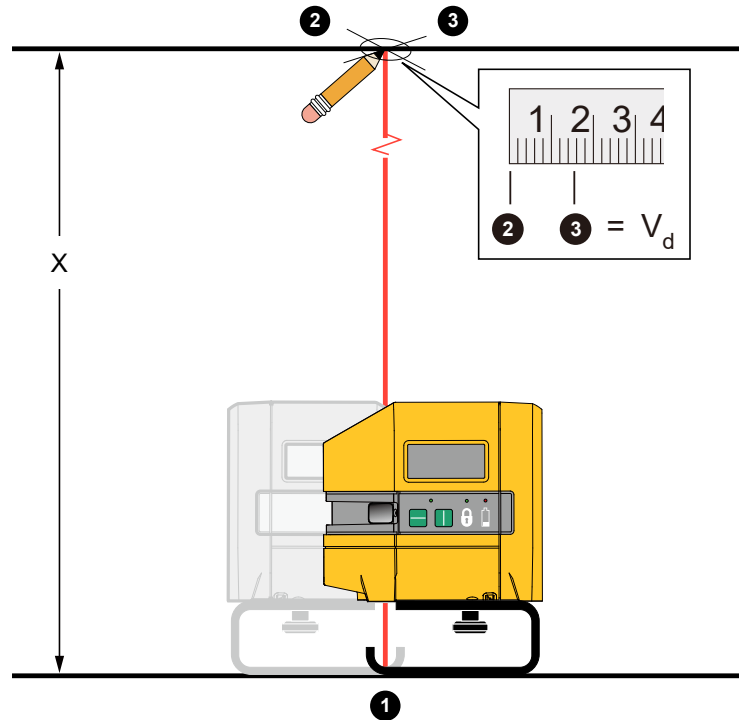

Figura 9. Precisione del livellamento verticale
3. Centrare il laser verticale verso il basso su entrambi gli assi della croce apposta. Vedere la Figura 9.